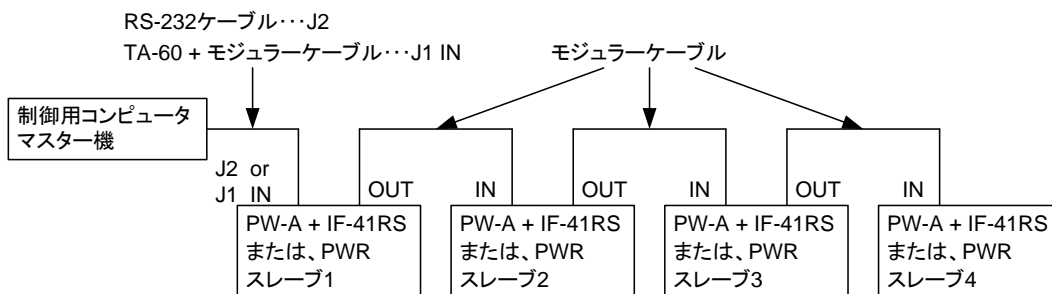

図 8-1. IF-41RS を使ったコンピュータによるコントロール
- ② コンピュータの RS-232C 端子と TA-60(弊社製品 RS-232C/モジュラー変換ケーブル)を使用し J1-IN に接続する。
- ・ コンピュータに接続した電源には図 8-1. のように、全 3 台の PW-A 電源または旧機種 PWR 電源をモジュラーケーブルで接続できます。電源の機種は問いません。